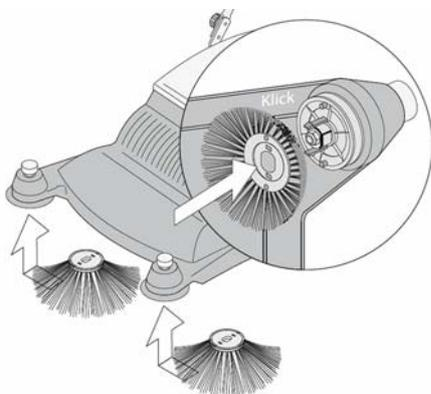

Abb. 4: Montage Seitenbesen
Schritt 4: Stecken Sie die Seitenbesen auf die jeweilige Halterung um sie zu befestigen (Abb.4).